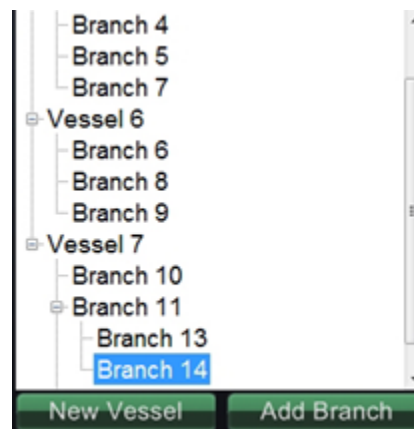

Figure 214. Des barres de défilement s'affichent lorsqu'il est nécessaire de visualiser plus de vaisseaux et plus de branches
- Lorsque la fenêtre d'arborescence de répertoires atteint sa capacité maximale, des barres de défilement s'affichent (**Figure 214**).